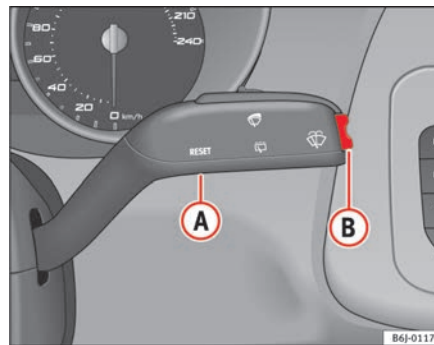

Fig. 32 Palanca del limpiacristales: tecla A y tecla basculante B
- Con el encendido conectado, pulse brevemente la tecla ⇒ **página 57, fig. 32 A** de la palanca del limpiacristales para cambiar de una memoria a otra.